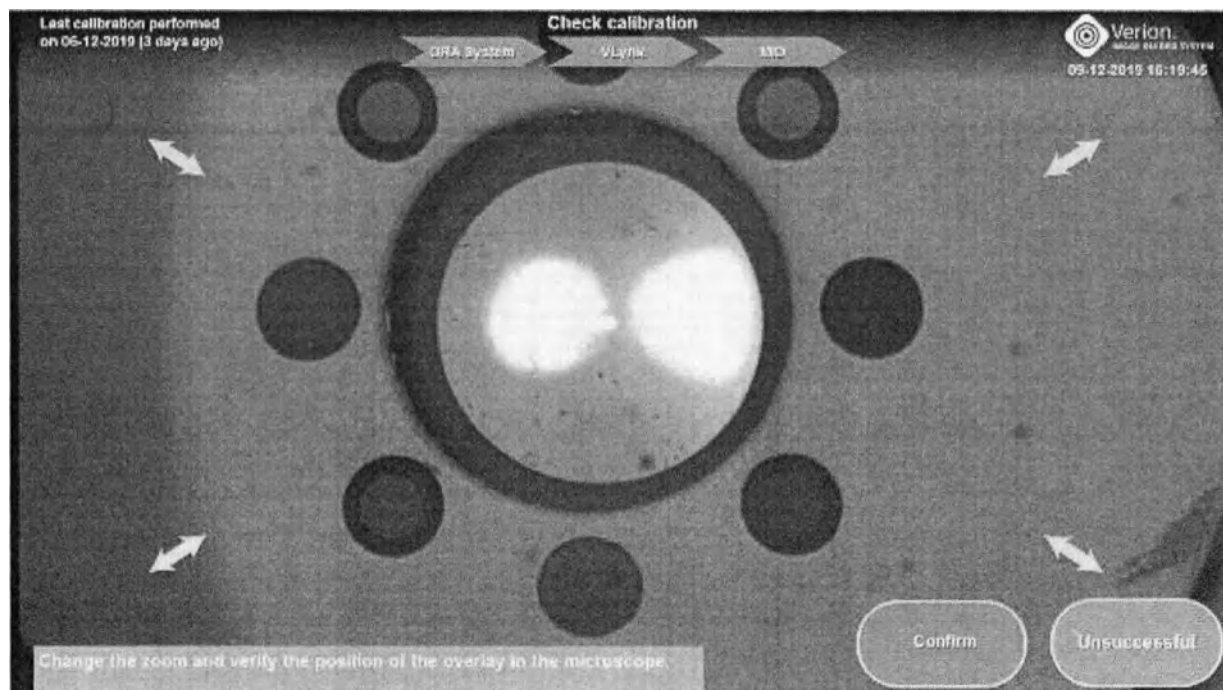

Рисунок 149. Калибровка VerifEye проверена
- Если наложение совпадает с точками на мишенях, нажмите активную в данный момент кнопку **Confirm (Подтвердить)**, чтобы завершить проверку калибровки (Рисунок 149).